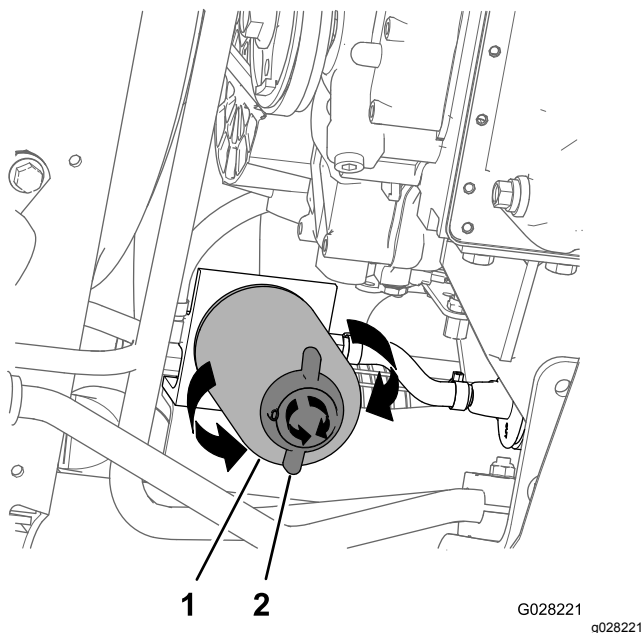

Bild 76
4. Stellen Sie eine Auffangwanne unter den Kraftstofffilter, siehe Bild 76 in Auswechseln des Wasserabscheider-Filters \(Seite 62\).
4. Reinigen Sie den Bereich um den Wasserabscheider-Filter und die Befestigung des Filteradapters (Bild 76).
5. Entfernen Sie den Wasserabscheider-Filter (Bild 76).
9. Stellen Sie sicher, dass das Ablassventil unten am Wasserabscheider-Filter ganz nach rechts gedreht ist (Bild 76).
2. Stellen Sie eine Auffangwanne unter den Wasserabscheider-Filter (Bild 76).
3. Drehen Sie das Ablassventil unten am Wasserabscheider-Filter nach links (Bild 76).